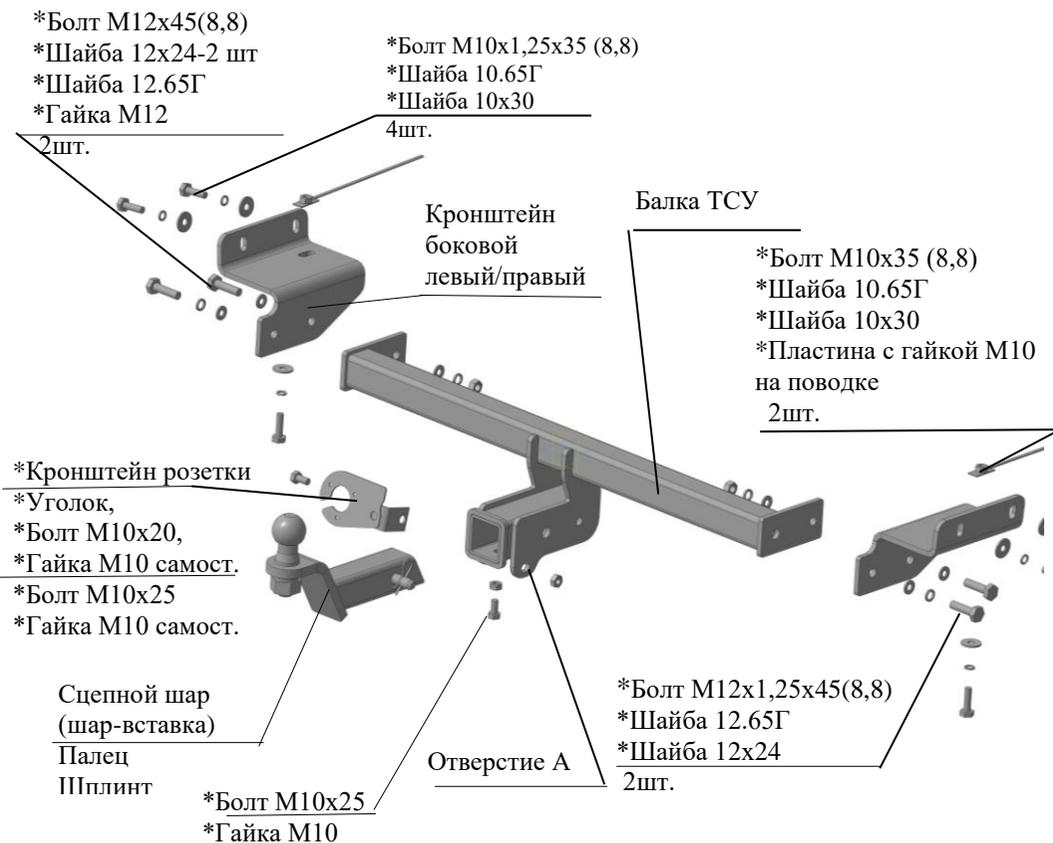

Рис.1 Тягово-сцепное устройство ТСУ 7262.
2.1 ТСУ 7262 в сборе (рис.1)	1 шт.
2.2 Пакет с комплектующими (см. рис.1)+ защитный колпак	1 шт.
4.2 Закрепить боковые кронштейны ТСУ (левый и правый соответственно рис.1) к боковым наружным полкам лонжеронов а/м болтами М10х1,25х35 используя гайки штатные, подложив под головки болтов шайбы 10.65.Г и шайбы 10х30. Закрепить кронштейны к нижним полкам лонжеронов болтами М10х35 и гайками М10 на поводке, вставив гайки на поводке внутрь лонжеронов и подложив под головки болтов шайбы 10.65Г и шайбы 10х30. Крепеж не затягивать.